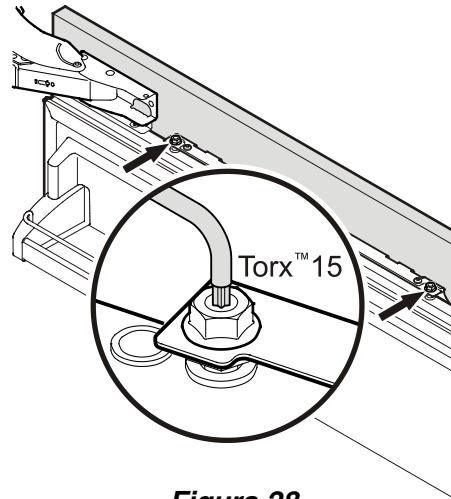

Figura 28
5. Alinee el panel en su posición vertical si fuera necesario. Afloje las tuercas hexagonales y gire los pernos de regulación (**Figura 28**).